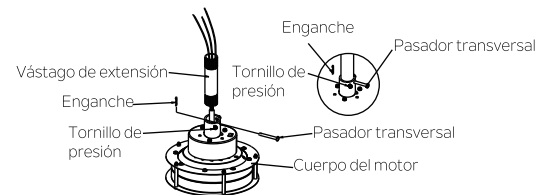

Fig. 7
Paso 3. Afloje los dos tornillos de presión y retire el pasador transversal y el enganche del acoplamiento superior del cuerpo del motor. Con cuidado, conecte los cables del ventilador y el cable de seguridad a través del vástago de extensión. Enrosque el vástago de extensión en el acoplamiento del motor hasta que los orificios del pasador transversal se encuentren alineados. Luego, reemplace el pasador transversal y el enganche, y ajuste ambos tornillos de presión. (Fig. 7)